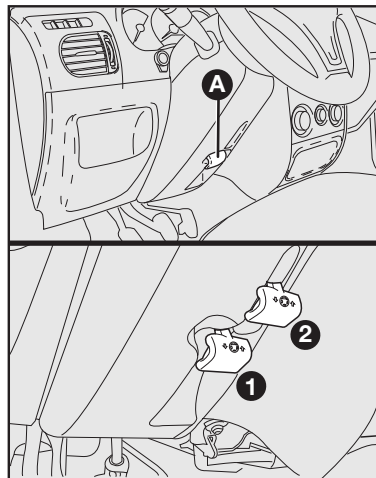

fig. 13
VOLANTE – fig. 13
- 1) Deslocar a alavanca **A**–fig. 13 para a posição **2**–fig. 13.